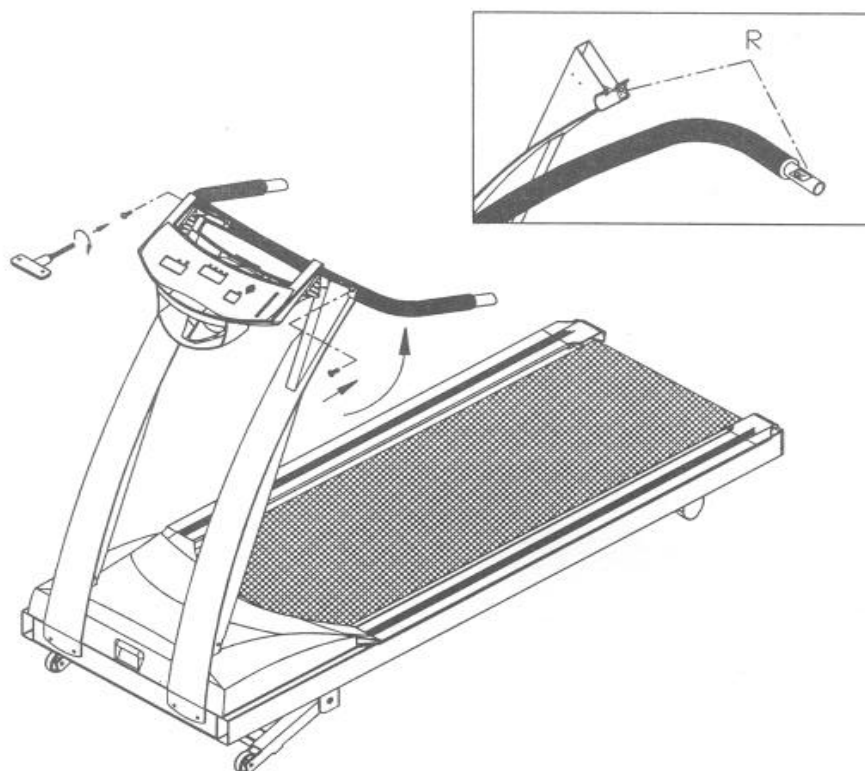

Fig.5
7. Draai nu de handvaten en draai de schroeven aan. Maak de schroeven nog niet helemaal vast. Zorg ervoor dat de handvaten goed vastzitten aan de zijhendels. Het handvat waar een "R" op staat moet gemonteerd worden op de zijhendel waar een "R" op staat. (zie fig. 5)